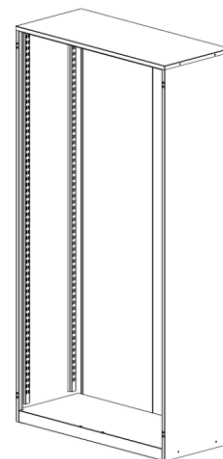

рис. 4
5.4. Поставить шкаф в вертикальное положение (рис. 4).